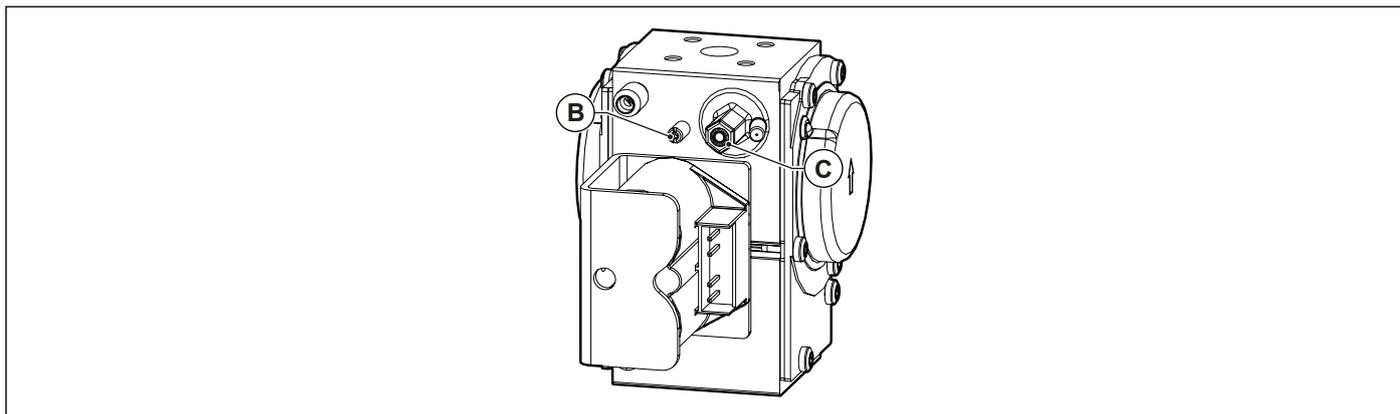
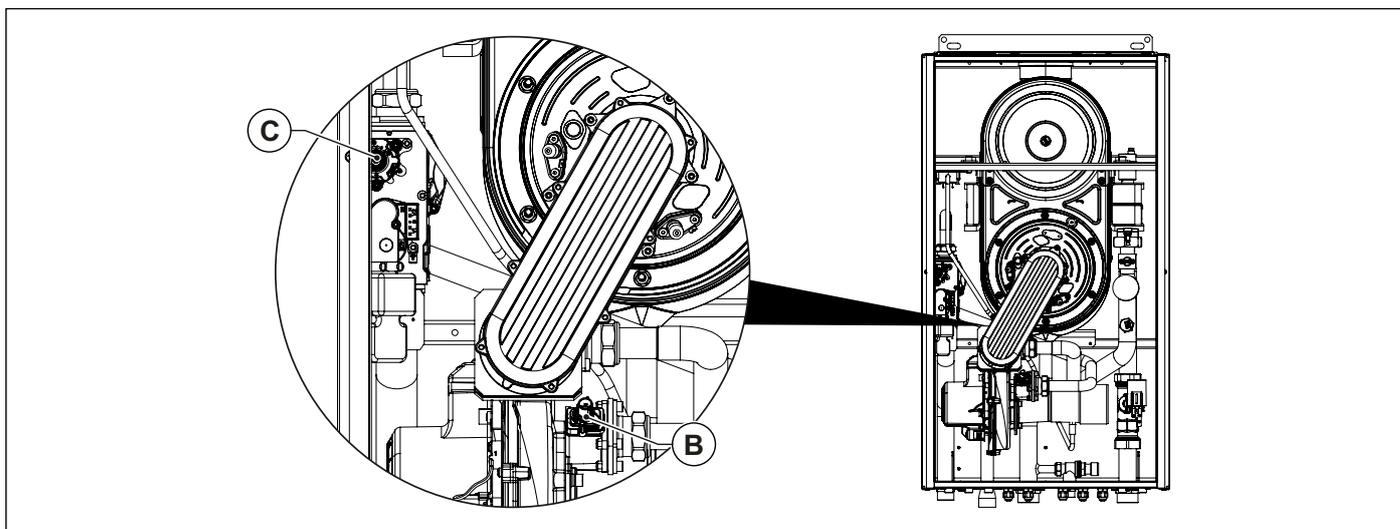

Fig. 44 Regulación valor anhídrido carbónico B30 85 - B30 115
Fig. 45 Regulación valor anhídrido carbónico B30 150
- Regular el valor del anhídrido carbónico (CO₂) en los humos girando el regulador de relación **B** (ver Fig. 44 Regulación valor anhídrido carbónico B30 85 - B30 115 y Fig. 45 Regulación valor anhídrido carbónico B30 150) y asegurarse de que no supere los límites de la Tab. 1 Datos de calibrado B30 85 y de la Tab. 2 Datos de calibrado B30 115 y de la Tab. 3 Datos de calibrado B30 150.
- Regular el valor del anhídrido carbónico (CO₂) en los humos girando el regulador de offset **C** (ver Fig. 44 Regulación valor anhídrido carbónico B30 85 - B30 115 y Fig. 45 Regulación valor anhídrido carbónico B30 150) y asegurarse de que no supere los límites de la Tab. 1 Datos de calibrado B30 85 y de la Tab. 2 Datos de calibrado B30 115 y de la Tab. 3 Datos de calibrado B30 150.